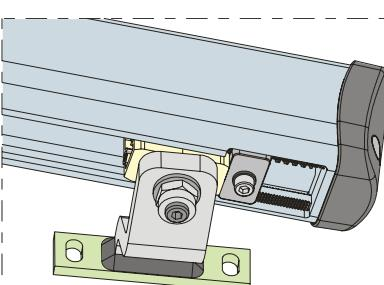

Рис. 20
- 4) Подведите стопор к фиксатору, как показано на Рис. 20.